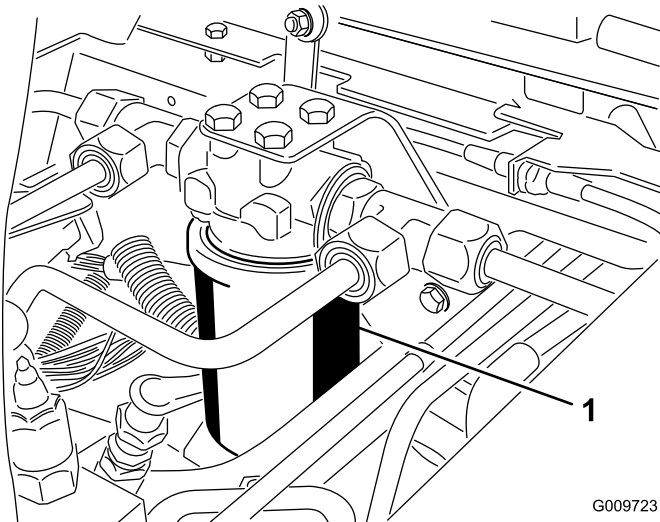
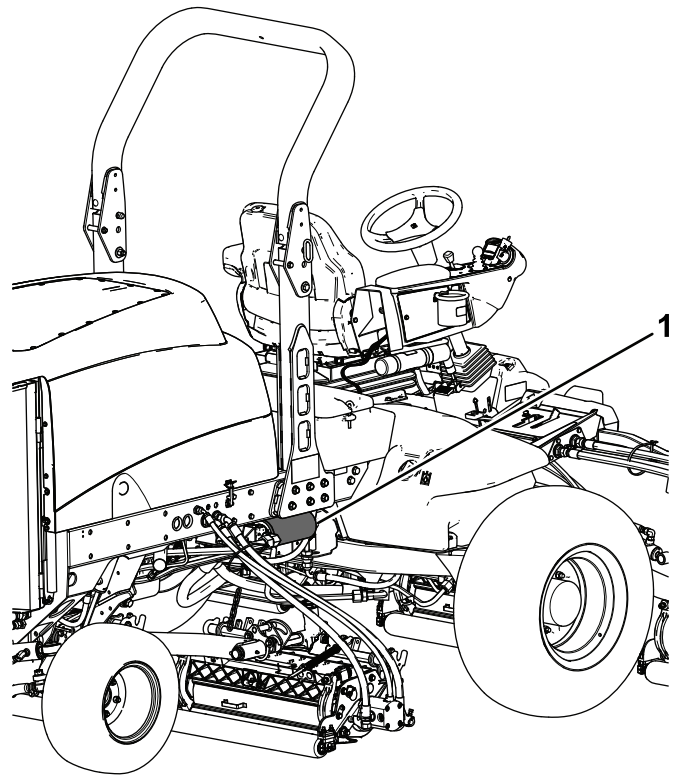

Bild 81
Bild 82
3. Stellen Sie eine Auffangwanne unter den Filter (Bild 81 und Bild 82) und entfernen diesen.